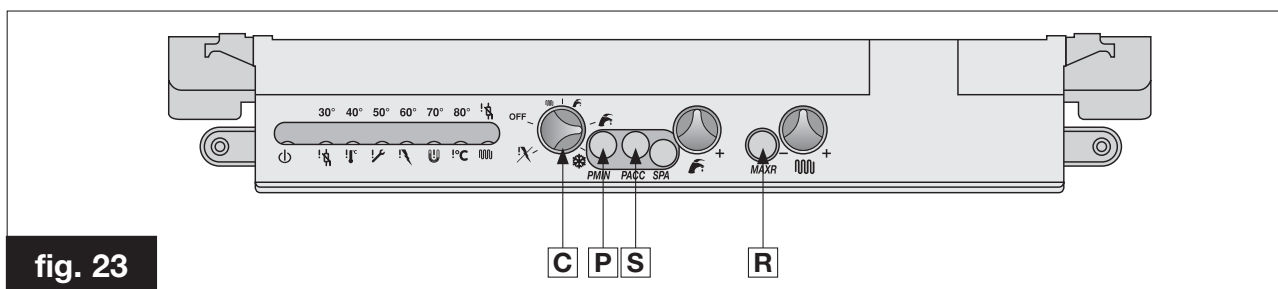

fig. 23
- posizionare il regolatore della potenza termica R (vedi fig. 23) al MASSIMO (ruotarlo in senso ORARIO dopo aver tolto il tappo);